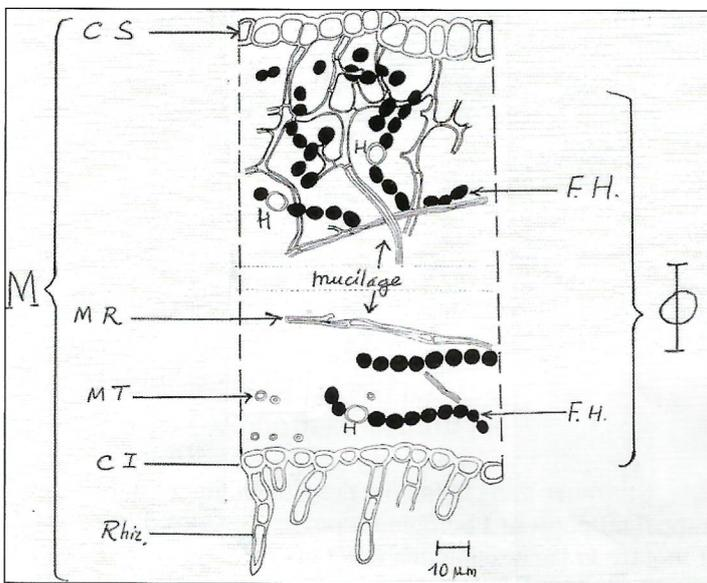

Fig. 2 : Coupe longitudinale radiaire d'un thalle de **Leptogium hildenbrandii** d'après Clauzade et Roux (1985)
Il peut exister sur les vieux murs calcaires une quatrième étape colonisatrice constituée par une autre collématocée, le **Leptogium** (fig. 2) qui submerge les mousses par l'émission de substances toxiques dites allélopathiques, et les digère par son système rhizoïdien (Rhizines : Rhiz.). La fig. 3 résume les échanges symbiotiques dans le modèle cyanobactérien : le cyanobionte **Nostoc** est le producteur primaire du petit écosystème constitué par le cyanolichen où le Mycobionte ascomycète (M) représente le consommateur final, hétérotrophe pour le carbone et l'azote. En outre le Mycobionte constitue une boîte protectrice des thylacoïdes chlorophylliens dans la mesure où il diminue l'intensité lumineuse à un niveau suffisamment bas qui évite la destruction de la chlorophylle par solarisation, tout en permettant un rendement photosynthétique optimal.